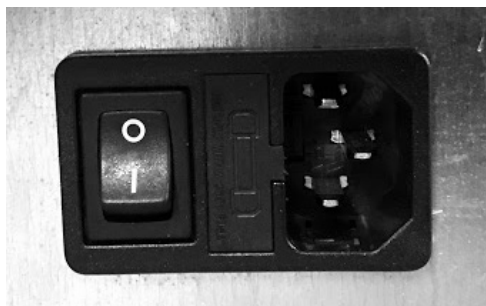

Fig. 24 - Stikkontakt med hovedafbryder
- Tilslut først el-kablet på bagsiden af træpilleovnen (se **Fig. 24**) og derefter til en stikkontakt på væggen.
- Hovedafbryderen O/I (se **Fig. 24**) må kun slås til for at tænde træpilleovnen, i modsat fald anbefales det at holde den slukket.